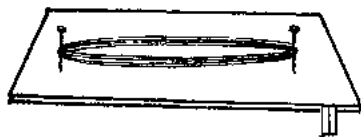

图 2
2. 在一块木板上钉两枚相距 350 毫米的大头针, 将线绕两枚大头针四圈(图 2), 剪断一头, 将另一头打一个总结, 就成了 350 毫米长的线八根。